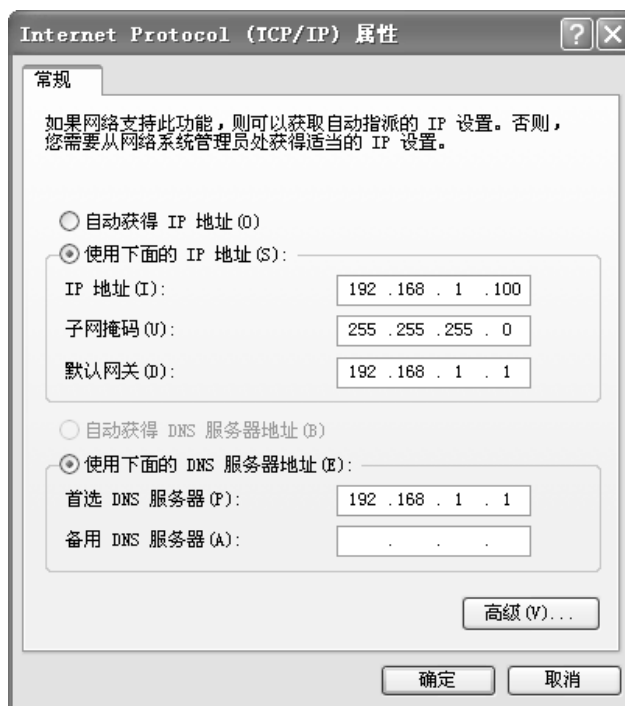

图4-1 本地连接
2. 设置PC本地连接IP地址为192.168.1.X，X为2~254中任意整数，子网掩码为255.255.255.0，默认网关为192.168.1.1，如图4-1所示。